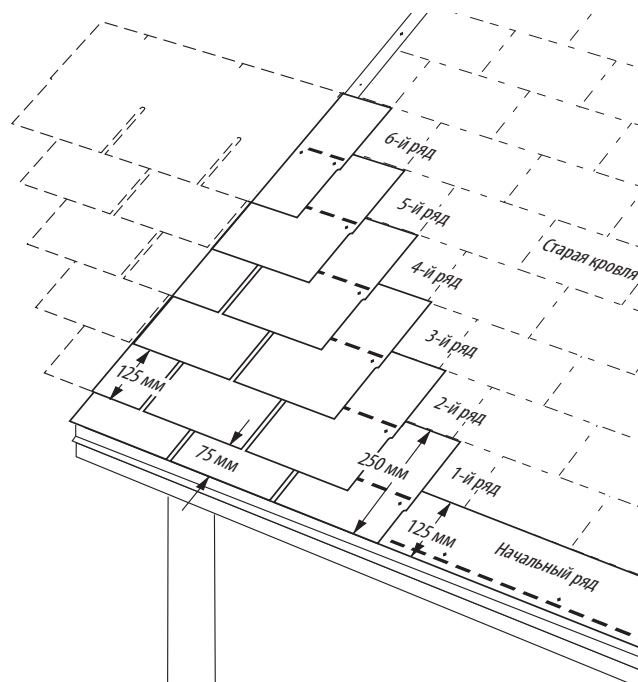

Рис. 10-20. Шесть вверх, на шесть обрезка, встык.
2. Отрежьте 15,2 см с любой стороны первого гонта начального ряда и уложите его поверх первого ряда старых гонтов, в левом нижнем углу крыши (Рис. 10-20).
1. Для укладки первого ряда используйте полосовые гонты размером 25,4 x91,4 см, изготовленные путём обрезки язычков стандартных гонтов в нижней части на 5 см (Рис. 10-20).
1. Отрежьте 15 см с левого края целого гонта. Уложите верхнюю кромку этого куска гонта размером 30x76 см встык с нижней кромкой гонта старого четвертого ряда. Выровняйте левый край с левым краем первого ряда (Рис. 10-20).
2. Уложите этот кусок гонта длиной 61 см на второй ряд, оставив язычки гонтов второго ряда открытыми на 12,7 см. Верхняя кромка нового гонта в этом ряду должна соединиться встык с нижней кромкой пятого ряда старых гонтов (Рис. 10-20).